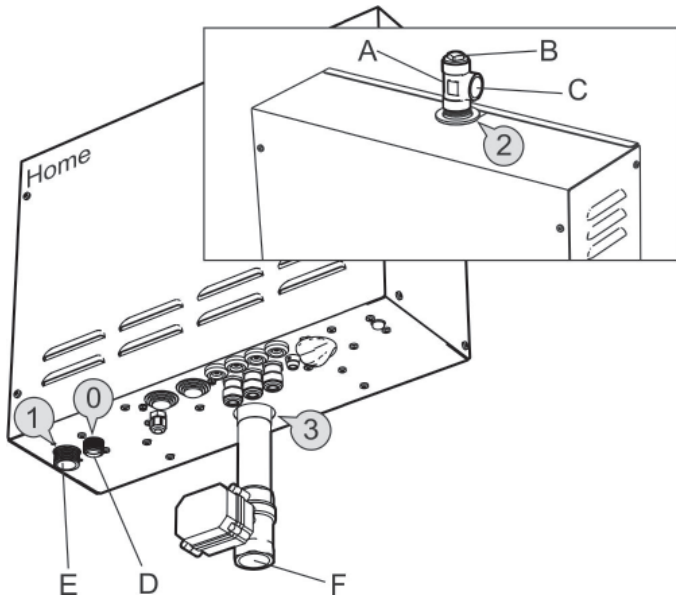

Fig. 6 Générateur de vapeur de type Home
Raccordez l'eau froide au raccord 1 (Fig. 6,7) du générateur de vapeur. La pression de l'eau en entrée doit se situer entre 0,2 bar min. et 10 bar max (20kPa min. et 1000kPa max).
Monter le raccord, l'écrou de blocage vers le haut, sur la sortie de vapeur 2 (Fig. 6,7) du générateur de vapeur. Raccorder le tuyau de cuivre d'un diamètre interne d'au moins 18mm, à la sortie de vapeur du raccord (C). Le tuyau de vapeur doit présenter une pente soit vers le hammam, soit vers le générateur de vapeur. Le tuyau de vapeur peut également être installé avec une pente à la fois vers le hammam et vers le générateur de vapeur.
Raccordez le tuyau d'évacuation, qui doit être un tuyau en cuivre de bonne qualité, avec un diamètre interne minimal de Ø 25 mm, au raccord 3 (Fig. 6,7) sur le générateur de vapeur. Le tuyau d'évacuation doit aboutir sur la bouche d'évacuation la plus proche à l'extérieur du hammam. La température de l'eau évacuée se situe entre 80 et 85 °C environ.
Un tuyau de décharge raccordé au dispositif limiteur de pression D (0)(Fig. 6 et 7) doit être installé dans un environnement maintenu hors-gel et en pente continue vers le bas.